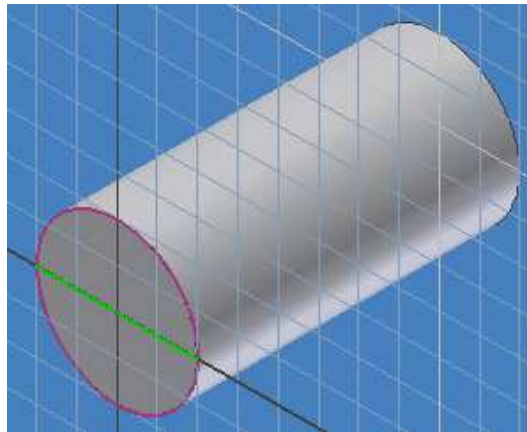

Figura 3.42 Creación de nuevo boceto en una de las caras del cilindro.
- A continuación seleccione una de las caras del cilindro y cree un NEW SKETCH, figura 3.42, de forma que pueda dibujar una línea que cruce por el centro de la cara.